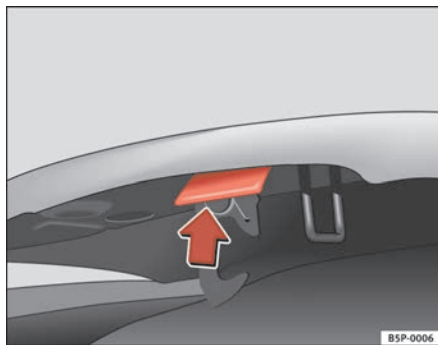

Fig. 171 Dispositivo di apertura del cofano del vano motore
- Spingere verso l'alto la leva situata sotto il cofano ⇒ fig. 171. In questo modo il cofano viene disimpegnato dal gancio che lo trattiene.